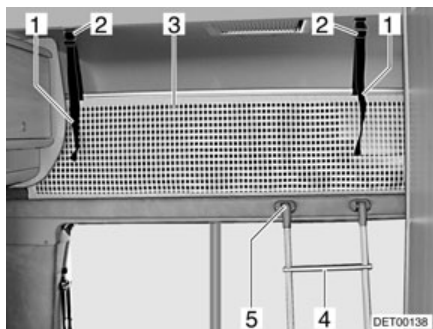

Fig. 96 Lit de capucine
**Echelle de montée** Toujours monter sur le lit de capucine avec l'échelle de montée (Fig. 96,4) de série.
*Accrocher :* ■ Accrocher l'échelle par les longerons sur le bandeau du lit de capucine (Fig. 96,5) installé au bord du lit.
**Filet de sécurité** Le filet de sécurité (Fig. 96,3) de série est rangé entre le matelas et le sommier à lattes. Ne tendre le filet de sécurité qu'une fois que les personnes se trouvent dans la capucine.
*Tendre :* ■ Faire s'enclencher les sangles de retenue (Fig. 96,1) dans les œillets du plafond (Fig. 96,2).